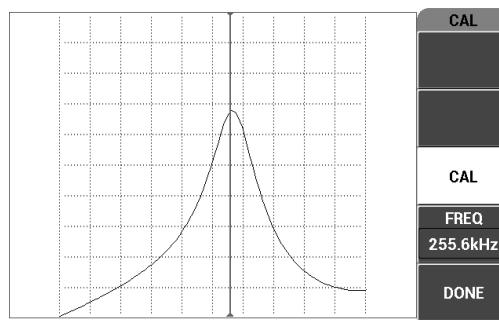

Рис. 6-39 Экран калибровки CAL
6. Нажмите ГОТОВО (клавиша E) [см. Рис. 6-39 на стр. 155].